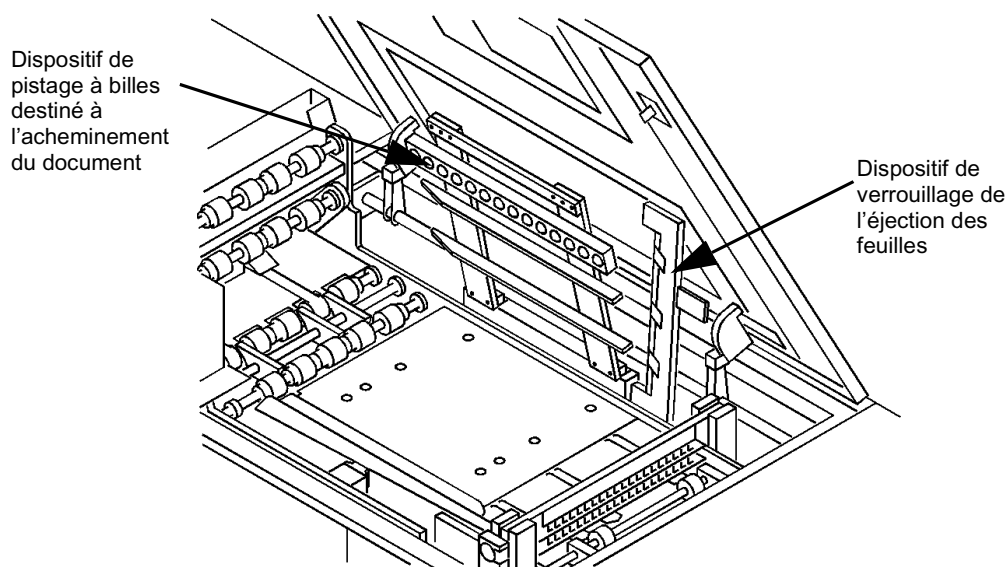

Figure 2-7: Préparation au réglage du guide latéral
- 3 Ouvrez le dispositif de pistage à billes destiné à l'acheminement du document, voir Figure 2-7.
- 4 Ouvrez le dispositif d'éjection des feuilles, voir Figure 2-7.